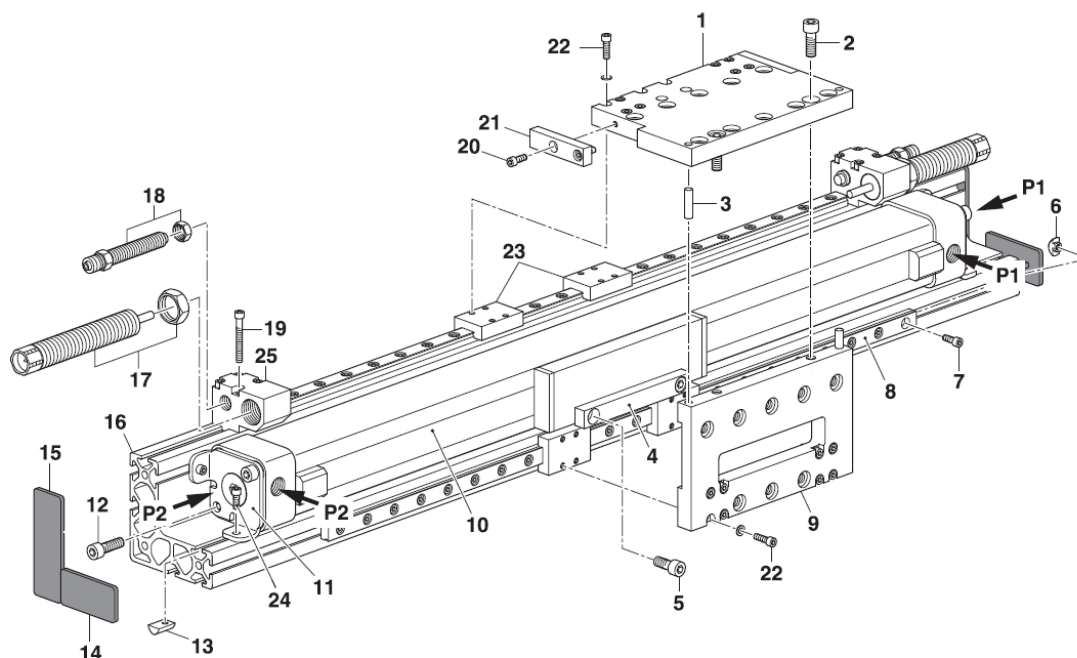

Abb. 12 Aufbau PMP-c Version 01
Über die Druckluftanschlüsse (P1 und P2) wird der Pneumatikzylinder (Abb. 12, 10) betätigt. Der Zylinder seinerseits bewegt den auf vier Kugelumlauf Führungen (Abb. 12, 23) befestigten Schlitten (Abb. 12, 1 und 9). Der Hub ist durch die beiden Anschlagschrauben (18) begrenzt und wird durch die beiden Stossdämpfer (Abb. 12, 17) abgebremst.